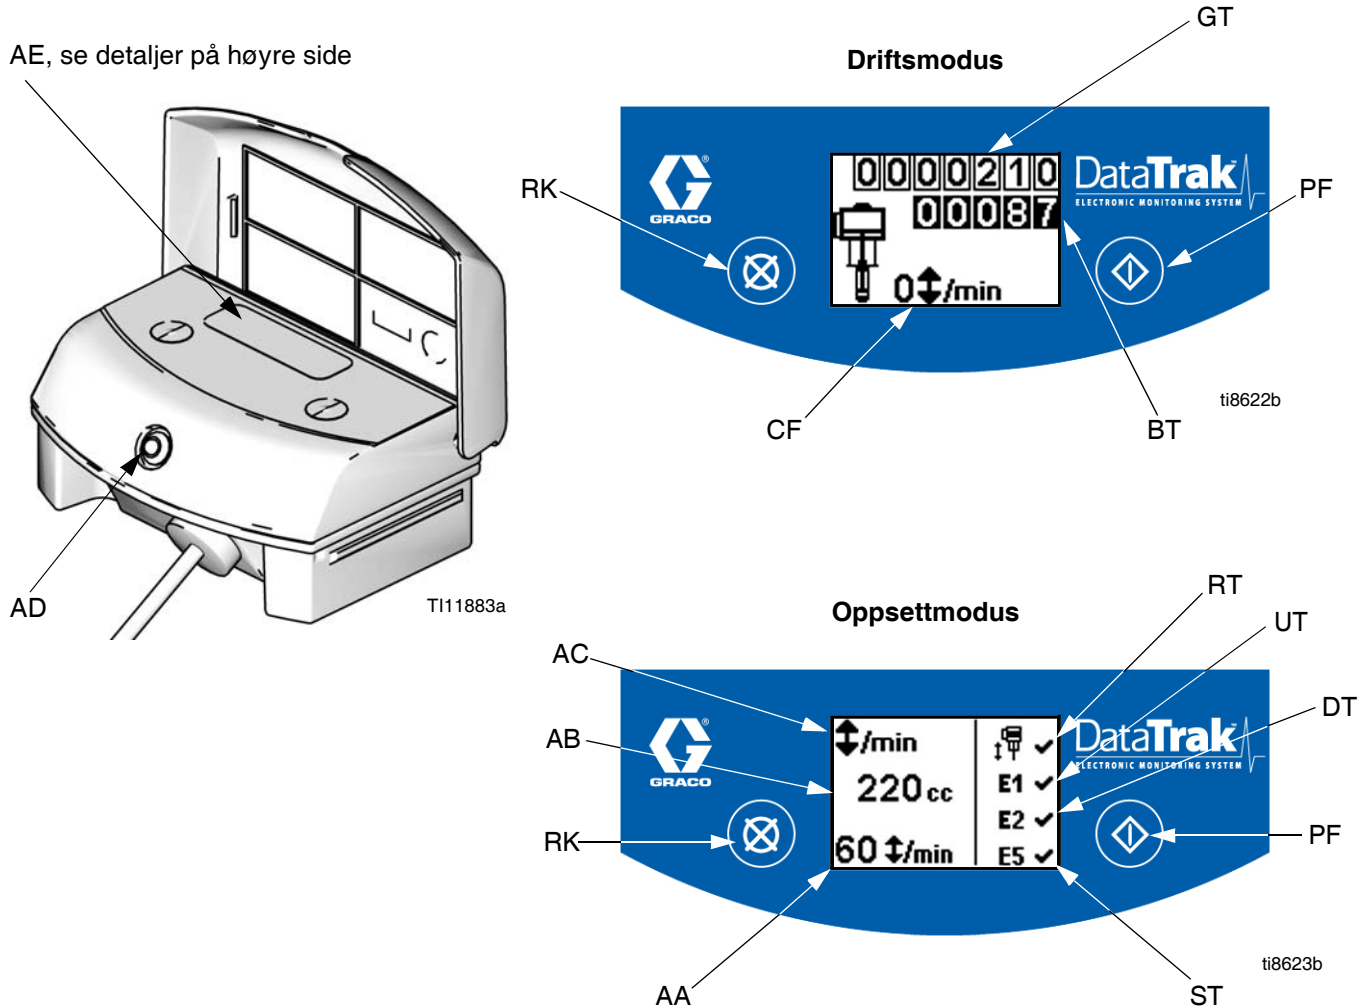

FIG. 9. DataTrak-regulering og indikatorer
## Tegnforklaring for FIG. 9
1. Se FIG. 9. Trykk og hold  i 5 sekunder til Oppsett-menyen vises.
**MERK:** Når rusning, E1, E2 og E5 feilalternativer er aktivert, vises et  på oppsett-skjermen. Se FIG. 9.
1. Se FIG. 9. Hvis pumperusning oppstår, utløses rusningsspolen og pumpen stanses. LED-lysene (AD) vil blinke og skjermen (AE) vil indikere en rusningstilstand (se Tabell 1). Skjermen vil bli gjennom seks instruksjonsvisninger.
2. Rusningsvisning 1 og 2: Nullstill rusningsspolen ved å stenge hovedluftventilen (U). Vent til luften er tappet helt ut av luftmotoren.
5. Åpne hovedluftventilen (U) for å starte pumpen på nytt.
**MERK:** Deaktiver rusningsovervåking ved å gå inn i oppsett-modus og still rusningsverdien til 0 (null) eller sett til (RT) av  (se FIG. 9).
1. Se FIG. 9. Gå inn i Oppfyllings-/skyllemodus ved å trykke på en knapp for å vekke opp skjermen, trykk deretter på . Oppfyllings-/skyllesymbolet vises på skjermen og LED-lysene
2. Når den er i Oppfyllings-/skyllemodus, deaktiveres rusningsbeskyttelsen og porsjonstelleren (BT) teller ikke. Totaltelleren (GT) fortsetter å telle.
Se FIG. 9. Det siste sifferet i porsjonstelleren (BT) representerer tiendedeler av gallons eller liter. Nullstill telleren ved å trykke på en knapp for å vekke opp skjermen, trykk deretter på  og hold inne i 3 sekunder.
Se FIG. 9. Skjermen (AE) slår seg av etter 1 minutt uten aktivitet i Driftsmodus eller etter 3 minutter i Oppsett-modus. Trykk på en knapp for å vekke opp skjermen.
**MERK:** Skjermen (AE) kan slå seg av dersom en høy statisk utladning påføres DataTrak enheten. Trykk på en knapp for å vekke opp skjermen.
DataTrak kan diagnostisere flere problemer med pumpen. Når overvåkingen oppdager et problem, begynner LED-lysene (AD, FIG. 9) å blinke og en diagnosekode vises på skjermen. Se Tabell 1.